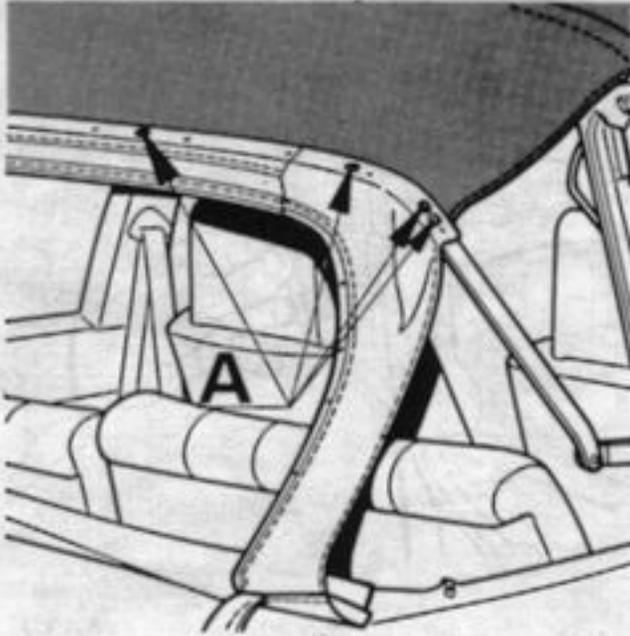

Figure 26 A 4903
- Déposer les 8 rivets de fixation de l'ensemble de lunette sur l'arceau AR, (A, figure 26)